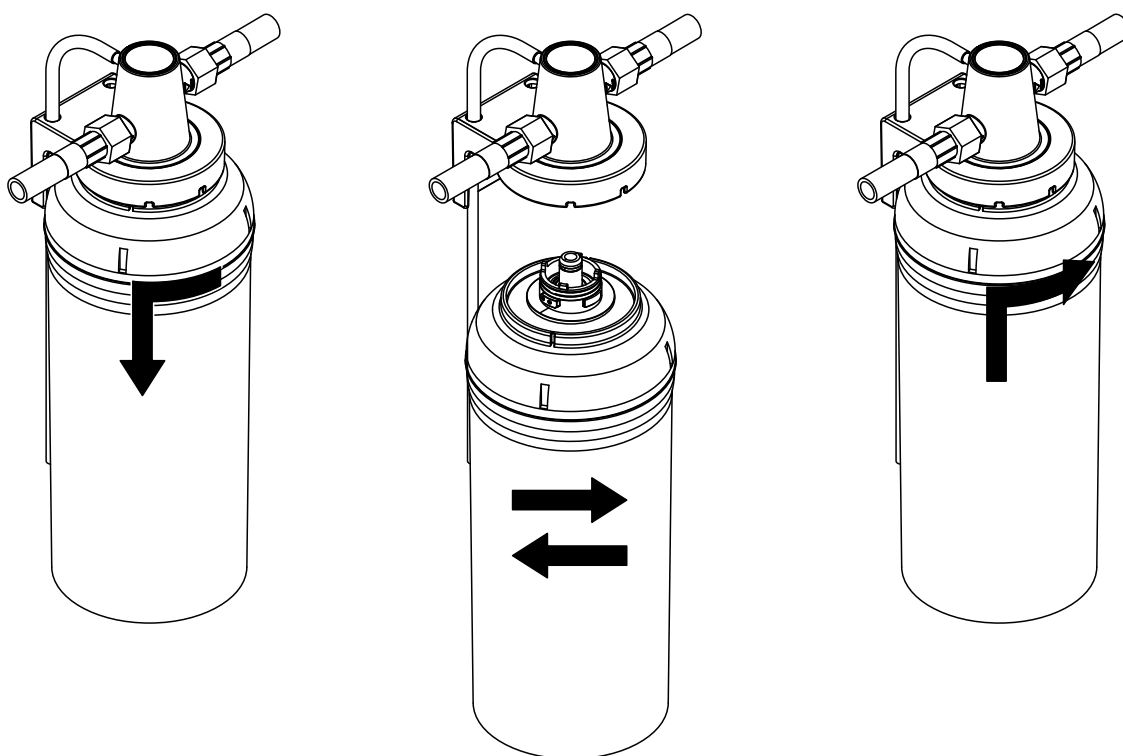

Fig. 19: Démontage d'une cartouche filtrante usagée
4. Tenez fermement avec les deux mains la cartouche filtrante sur le pourtour, afin qu'elle ne tombe pas lors du démontage. Tournez ensuite la cartouche filtrante avec précaution comme indiqué dans l'Fig. 19 à gauche à fond dans le sens de la flèche (environ 45°), et retirez la cartouche filtrante.
7. Poussez la cartouche filtrante vers le haut tout en la tournant jusqu'à ce qu'elle s'enclenche dans la fermeture à baïonnette de la tête du filtre. Tournez ensuite la cartouche filtrante à fond dans la tête du filtre dans le sens de la flèche (environ 45°) comme indiqué dans l'Fig. 19 à droite, en exerçant une légère pression vers le haut.